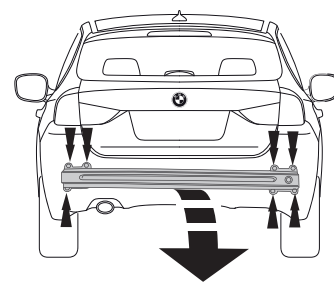

Fig. 1
2. Снять бампер вместе со стальным буферным брусом автомобиля буферный брус больше не понадобится. См. рисунок 1.
9. Замените элемент, снятый на шаге 1 и 2, кроме стального бампера. (см. рис. 1+1a).